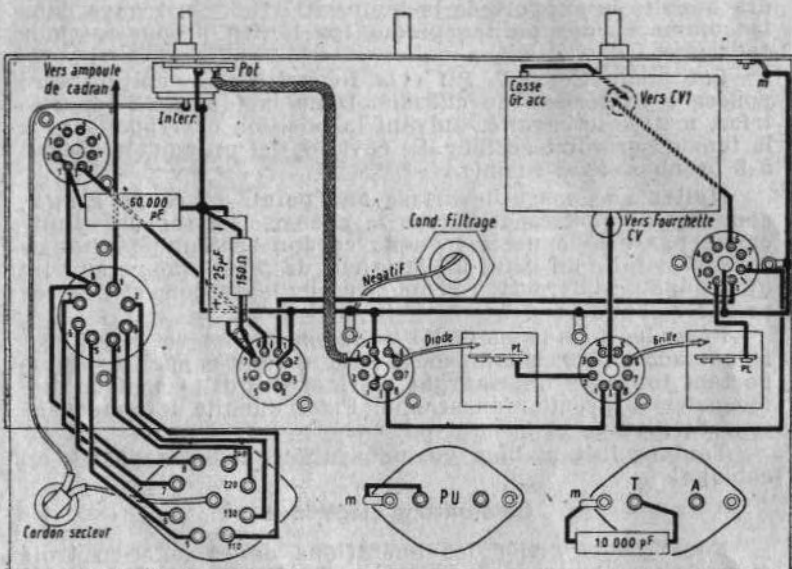

FIG. 29. — Premier stade de câblage
**Premier stade de câblage (fig. 29).** — Poser la ligne de masse principale, constituée par un fil nu qui part du support de la RIM156, va aux cosses de masse « m » des lampes et aboutit à celle qui est près du bloc d'accord ; souder ces différents points. Le fil doit être placé **en contact avec le châssis**, sous les cosses de masse.